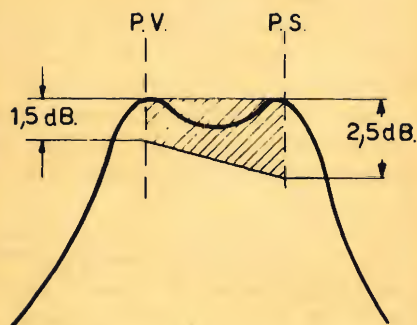

Fig. 5 - Banda passante.
a) Banda passante: la curva relativa deve essere contenuta nella zona tratteggiata del diagramma di fig. 5.